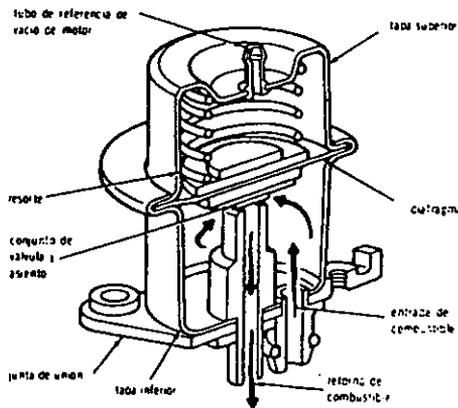

FIG. 5.7 REGULADOR DE PRESIÓN DE COMBUSTIBLE.
**Regulador de presión de combustible (Fig. 5.7).**- Este es un componente clave en el sistema. Trabaja junto con la bomba de combustible para mantener una relación de presiones estable entre los dos lados del inyector, la línea de alimentación y el múltiple de